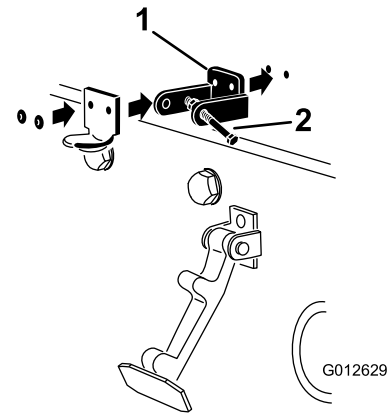

Bild 4
5. Nieten Sie die Halterungen und Scheiben an die Haube (Bild 4).
3. Fluchten Sie die Befestigungslöcher aus und positionieren Sie gleichzeitig die Halterung des CE-Riegels und des Motorhaubenriegels auf der Motorhaube (Bild 4).